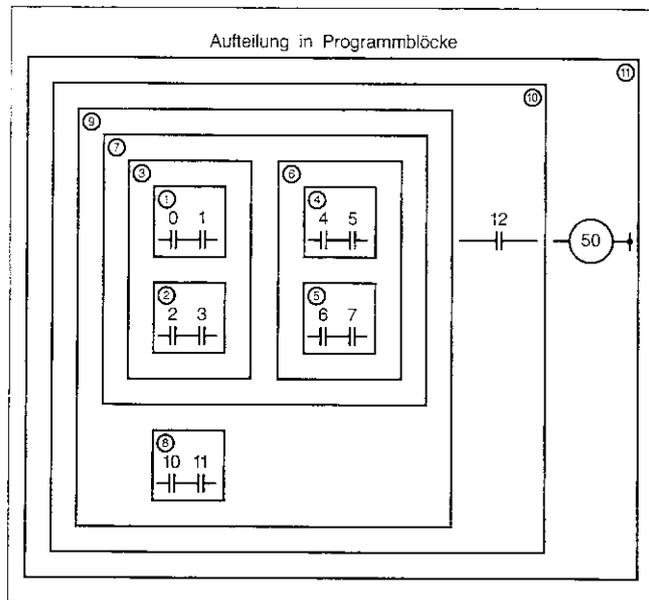

Bild 14.9
- Unterteilen Sie den Kontaktplan in Blöcke, wobei Sie links oben mit den Startbedingungen beginnen. In Bild 14.9 sind die Blöcke (1) bis (11) angezeigt, wie sie in dem gegebenen Beispiel eingeteilt werden müssen.